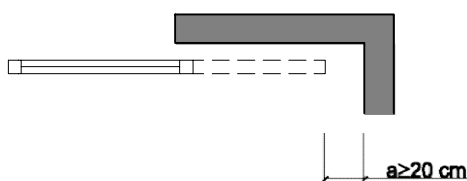

Figura 2.1 Holgura para evitar atrapamientos
- Con el fin de limitar el riesgo de atrapamiento producido por una puerta corredera de accionamiento manual, incluidos sus mecanismos de apertura y cierre, la distancia a hasta el objeto fijo más próximo será 20 cm, como mínimo (véase figura 2.1).